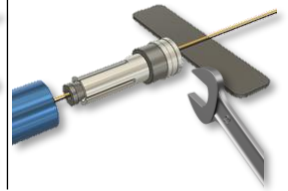

Fig. 5
6. Drehen Sie die Mutter (H) soweit auf die Schraube im Adapter (A) das sich die Hülse (E) passend zum Lenkerinnendurchmesser spreizt. Ggf. halten Sie die Mutter mit einer Zange fest.
7. Schieben Sie die Einheit in den Lenker (Fig. 5). Verwenden Sie das Werkzeug (T) oder einen 19 mm Maulschlüssel, um den Adapter im Lenker festzuziehen (Fig. 4). Die Hülse (E) spreizt sich im Lenkerrohr weiter und gewährleistet so den festen Sitz der kompletten Einheit. **ACHTUNG:** Ein klemmender Gasgriff beeinträchtigt die Fahrsicherheit.
7. Slide the assembly into the handlebar (Fig. 5). Use tool T or a 19 mm open-ended wrench to tighten the adapter in the handlebar (Fig. 4). The sleeve E expands further in the handlebar tube, thus ensuring that the entire unit is firmly seated. **ATTENTION:** A jammed throttle affects driving safety.
7. Faites glisser l'ensemble dans le guidon (Fig. 5). Utilisez l'outil T ou une clé à fourche de 19 mm pour serrer l'adaptateur dans le guidon (Fig. 4). Le manchon E s'écarte plus loin dans le tube du guidon, garantissant ainsi que l'unité complète est fermement installée. **ATTENTION:** un accélérateur bloqué affecte la sécurité de conduite.
8. Placez maintenant le rétroviseur d'extrémité de guidon (B) sur l'adaptateur (A). Tout d'abord, serrez légèrement les 2 vis sans tête (2x M5) et les 4 vis à six pans creux (4x M3). Déterminez la position du bras et du rétroviseur.